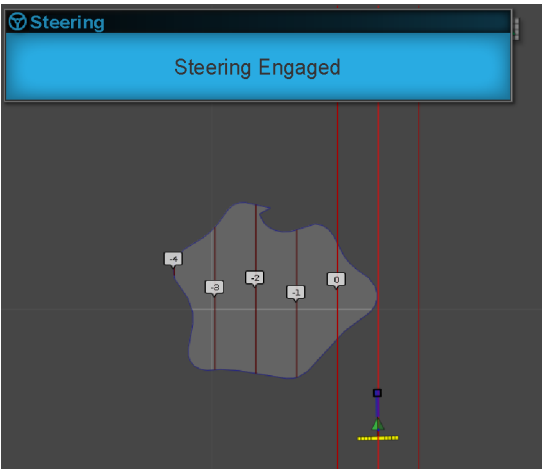

Figure 3
- DIRECTION ENGAGÉE – une alarme visuelle s'affiche à l'engagement de la fonction direction assistée (Figure 3).